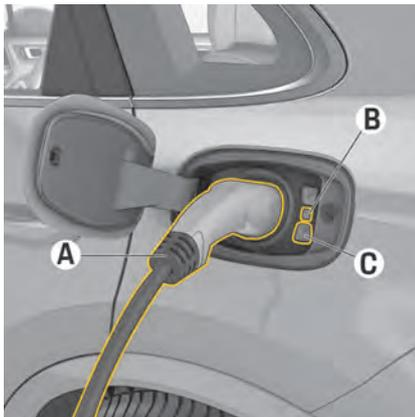

図. 225 挿入された車両プラグ
3. 車両プラグ A(図. 225) を充電ポートの奥まで差し込みます。
インジケータライト B(図. 225) とボタン C(図. 225) のインジケータライトは、高電圧バッテリーの充電状態と車両プラグのロック状態を示します。
2. 車両充電ポートのボタン C(図. 225) を押してください。
インジケータライト B(図. 225) は高電圧バッテリーの充電状態を示し、ボタン C(図. 225) のインジケータライトは車両プラグのロックステータスを示します。